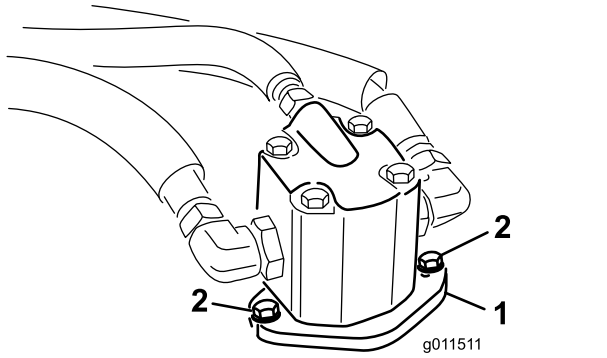

Figura 94
4. Retire los pernos que sujetan el motor hidráulico a la carcasa de corte (Figura 94).